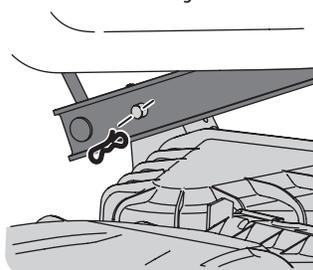

Figure 22
Placez-vous sur le côté gauche du plateau de coupe pour trouver la goupille fendue située à l'arrière gauche. Voir Figure 22.
4. Retirez la goupille fendue et faites sortir la goupille du bras de relevage. Voir Figure 22.